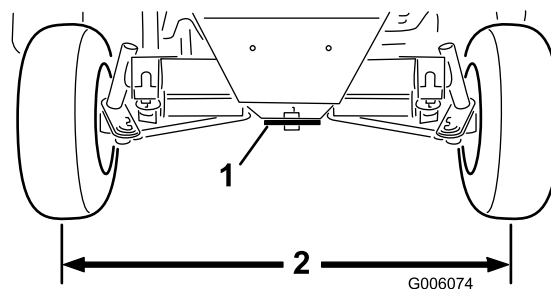

Figure 64
2. Réglez les biellettes jusqu'à ce que l'entraxe soit égal à l'avant et à l'arrière des roues arrière (**Figure 64**).